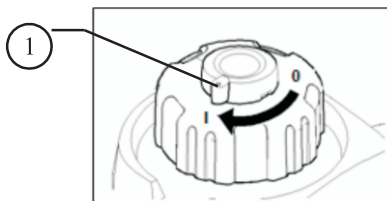

рис.11
1. Откройте клапан крышки топливного бака, повернув рычаг (1) в положение «I» (рис. 11).